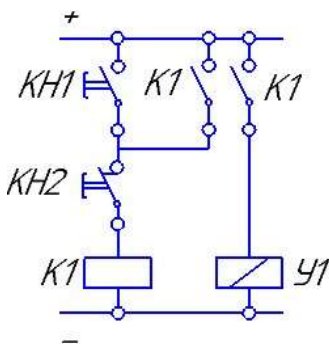

Рисунок 21 - Реализация схемы «с самоподхватом» при подключении распределителя
- 1 Начертить электрическую схему рис.21.